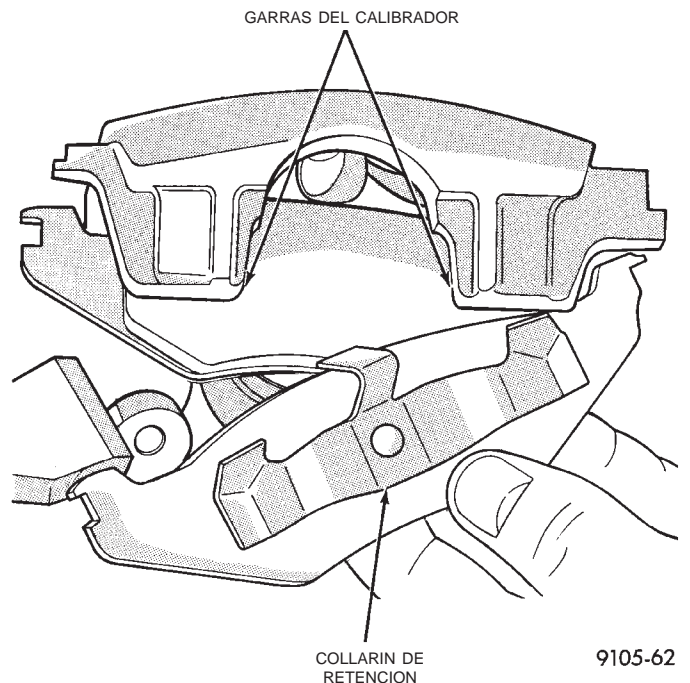

Fig. 78 Zapata de freno de afuera
(7) Retire la pastilla de freno de afuera, haciendo palanca sobre el collarín de retención de la pastilla, encima de la zona elevada del calibrador. Deslice luego la pastilla hacia abajo y extráigala del calibrador (Fig. 78).
(6) Deslice el conjunto de pastilla de freno de afuera para colocarlo en el conjunto de calibrador. (Fig. 78). Asegúrese de que el collarín de retención asiente a escuadra en las áreas deprimidas del calibrador.